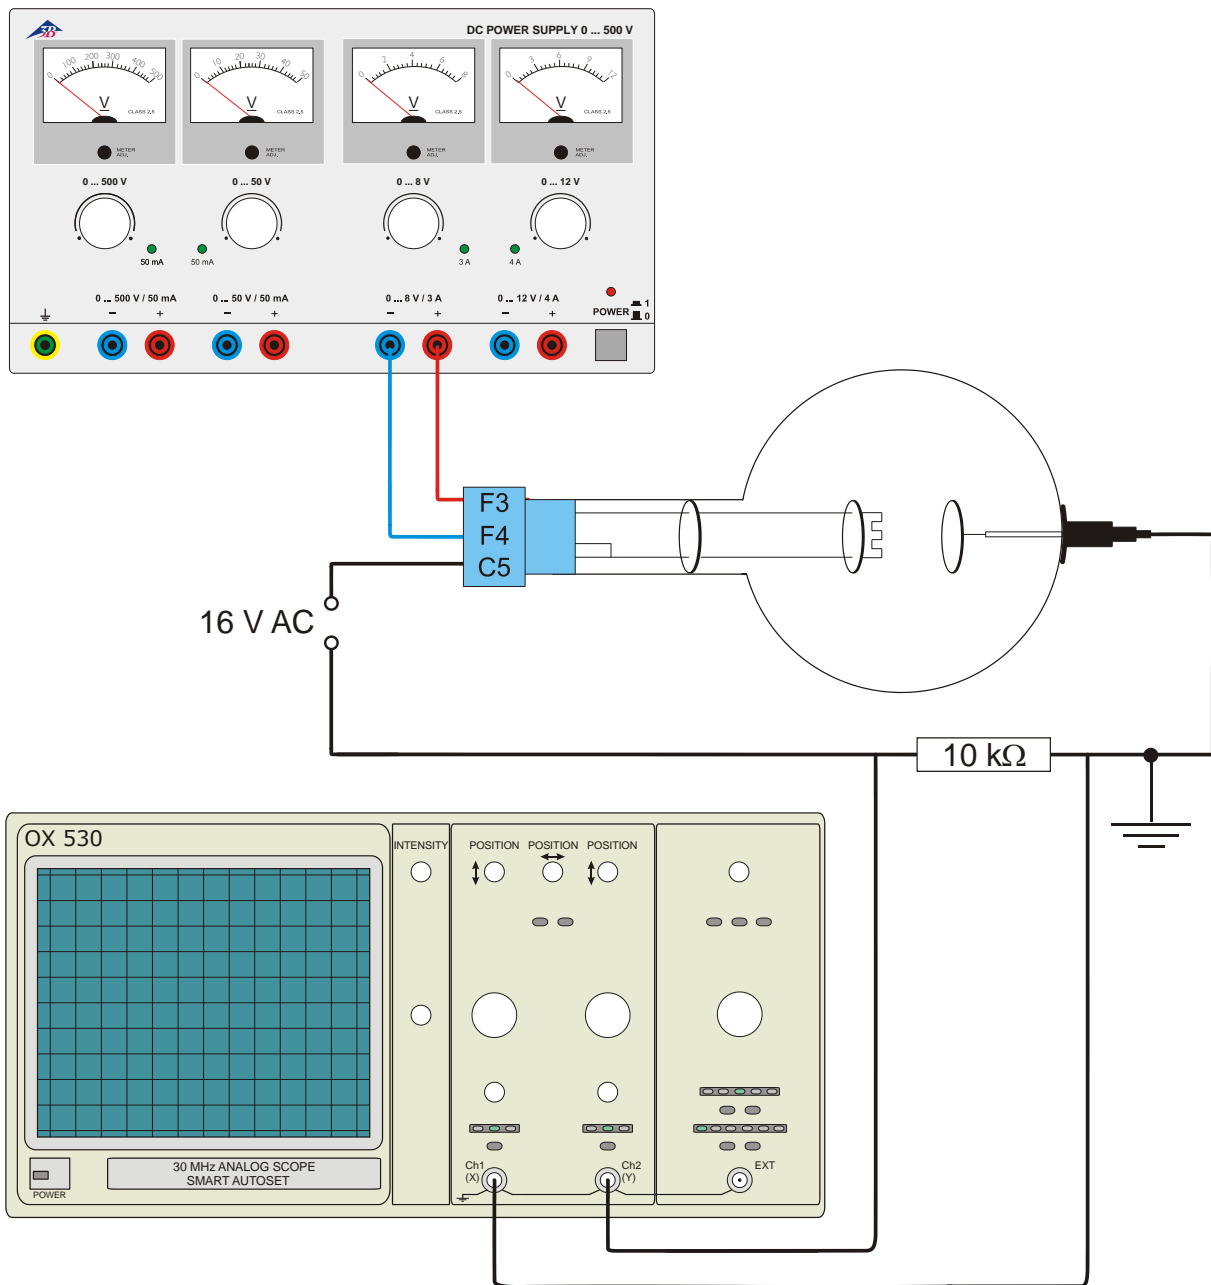

Fig. 3 La diode comme redresseur
- Montez le circuit comme le montre la fig. 3, avec $U_F = 6,3 \text{ V}$ et $U_A = 16 \text{ V CA}$.